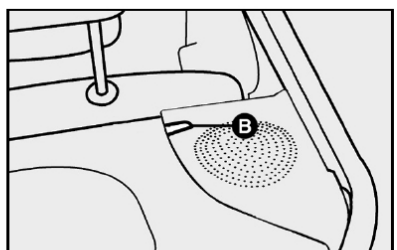

fig. 94
2) Desencaixar os pinos de articulação do bagagito **B-fig. 94** de suas sedes e removê-lo.